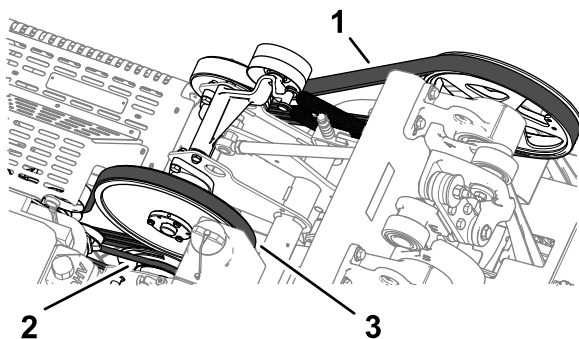

Figura 164
2. Esaminate la cinghia della pompa idraulica, dell'albero ausiliario e dell'albero motore (Figura 164) per individuare eventuali danni, segni di usura, eccessive fessurazioni dei cuscinetti o grossi detriti incastrati.